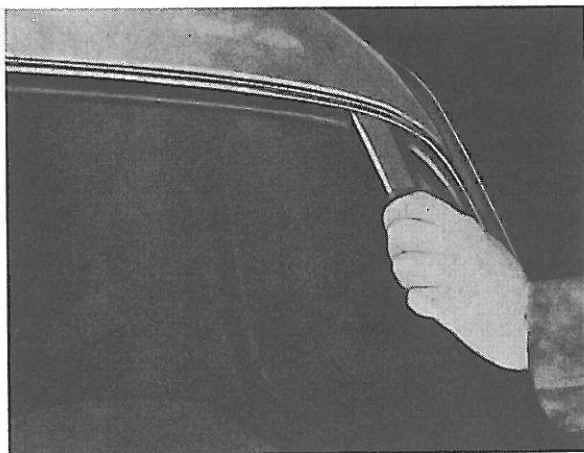

Figure 53. Enlèvement de l'enjoliveur
1. Déloger l'enjoliveur du joint caoutchouc (ne pas enlever l'enjoliveur) en introduisant une chasse en nylon humidifiée entre le joint et l'enjoliveur et en faisant glisser cette chasse le long de l'enjoliveur, figure 53.